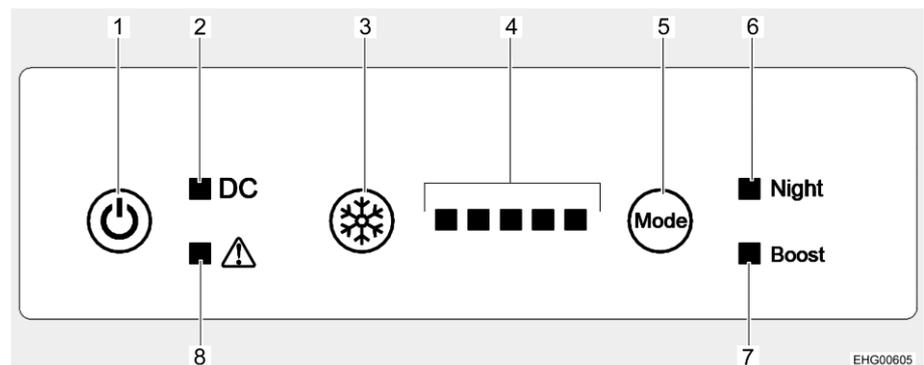

Fig. 244 Elementi di comando (frigorifero)
**Accensione:** ■ Premere il tasto On/Off (Fig. 244,1). Tutte le spie di controllo si accendono (test luci) e dopo circa 3 secondi si spengono. Soltanto la spia di controllo funzionamento (Fig. 244,2) rimane accesa, a indicare che il frigorifero è in funzione. Il compressore si avvia con un breve ritardo.
**Spegnimento:** ■ Premere il tasto On/Off (Fig. 244,1). La spia di controllo funzionamento (Fig. 244,2) si spegne.
■ Premere il tasto livello refrigerazione (Fig. 244,3) fino a quando viene visualizzato il livello di refrigerazione desiderato. Più sono le spie di controllo (Fig. 244,4) accese, tanto più alta è la potenza refrigerante (e anche il consumo energetico).
- Premere ripetutamente il tasto modalità di funzionamento (Fig. 244,5) finché la spia di controllo modalità notte (Fig. 244,6) si accende. Il frigorifero funziona adesso in modalità notte.
- Premere ripetutamente il tasto modalità di funzionamento (Fig. 244,5) finché la spia di controllo modalità notte (Fig. 244,6) si spegne. Il frigorifero funziona di nuovo in modalità normale.
- Premere ripetutamente il tasto modalità di funzionamento (Fig. 244,5) finché la spia di controllo modalità boost (Fig. 244,7) si accende. Il frigorifero funziona adesso in modalità boost.
- Premere ripetutamente il tasto modalità di funzionamento (Fig. 244,5) finché la spia di controllo modalità boost (Fig. 244,7) si spegne. Il frigorifero funziona di nuovo in modalità normale.